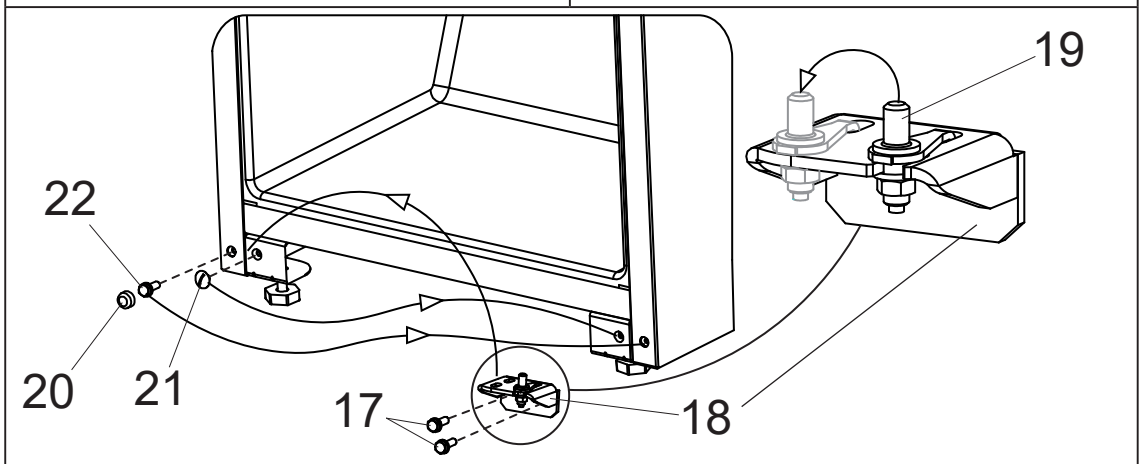

Рисунок 9
7. Торцовым ключом на 8 открутите болты 17, снимите нижний кронштейн 18 и переставьте на нем ось 19, выкрутив на ней гайку торцовым ключом на 10 (см. рис. 9). Отверткой снимите колпачок 20 и открутите декоративную заглушку 21 (см. рис. 9). Выкрутите болт 22 с помощью торцового ключа на 10 (см. рис. 9).
8. Установите на противоположную сторону болт 22 с колпачком 20, декоративную заглушку 21 и нижний кронштейн 18 (см. рис. 9).